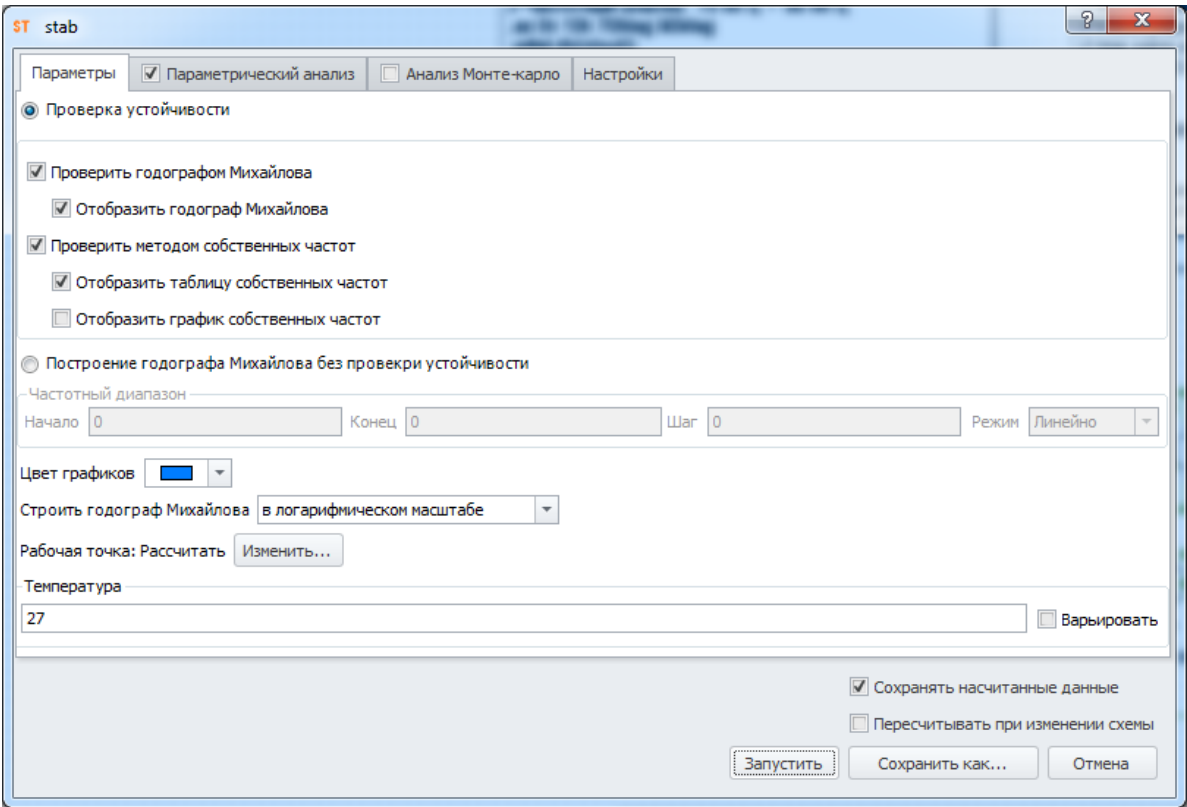

Рис. 15.2.1 Окно задания параметров анализа устойчивости схемы
На рис. 15.2.1 и 15.2.2 показано окно задания параметров анализа устойчивости схемы (в том числе таких, как годограф Михайлова, рабочая точка, температурный анализ). Пользователь может запустить симуляцию сразу (кнопка ) либо сохранить её на диск компьютера с удобным ему именем (кнопка )
- Выбором опции **Варьировать температуру** на основной вкладке окна задания симуляции (рис.15.2.1).